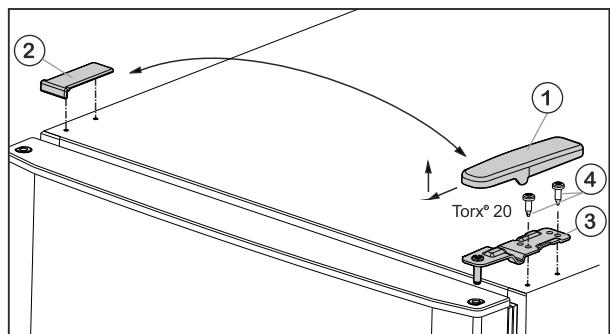

Fig. 5
- Изтеглете покритието Fig. 5 (1) напред и нагоре.
- Свалете покритието Fig. 5 (2).
► Развийте горната лагерна стойка Fig. 5 (3) с (2 x Torx® 20) Fig. 5 (4) и издърпайте нагоре.
- ▶ Поставете горната лагерна опора Fig. 5 (3) върху новата страна на шарнира във вратата.
- ▶ Затегнете горната лагерна опора **здраво** (**с 4 Nm**) (2 x Torx® 20) Fig. 5 (4). Евентуално използвайте акумулаторна отвертка.
- ▶ Поставете капака Fig. 5 (1) от срещуположната страна отвън и го фиксирайте.
- ▶ Поставете капака Fig. 5 (2) също от срещуположната страна отгоре и го фиксирайте.